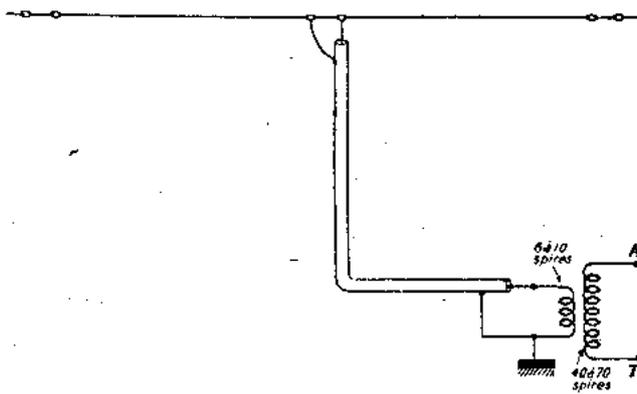

Fig. 72. — Descente d'un doublet par câble co-axial pour TRF. L'impédance caractéristique du câble doit être de l'ordre de 70 ohms.
**Branchement des câbles co-axiaux.** — L'impédance caractéristique du câble pour une parfaite adaptation doit être de l'ordre de 70 à 75 ohms. La figure 72 montre l'adaptation du câble co-axial à une antenne doublet. Les deux brins de celle-ci auront de 4 m. 50 à 10 mètres de long et seront parfaitement horizontaux.